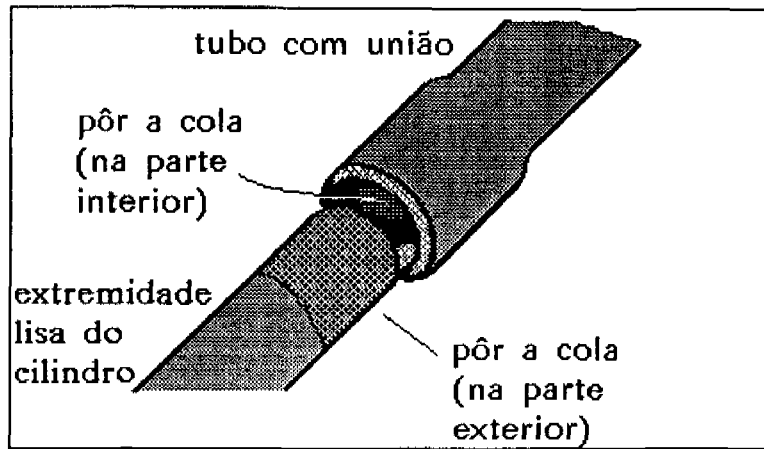

Figura 5
11. Aplique a cola em camadas finas no interior da união do 1º tubo, e na parte superior (exterior) do cilindro. **Junte logo as duas partes!** Veja figura 5.